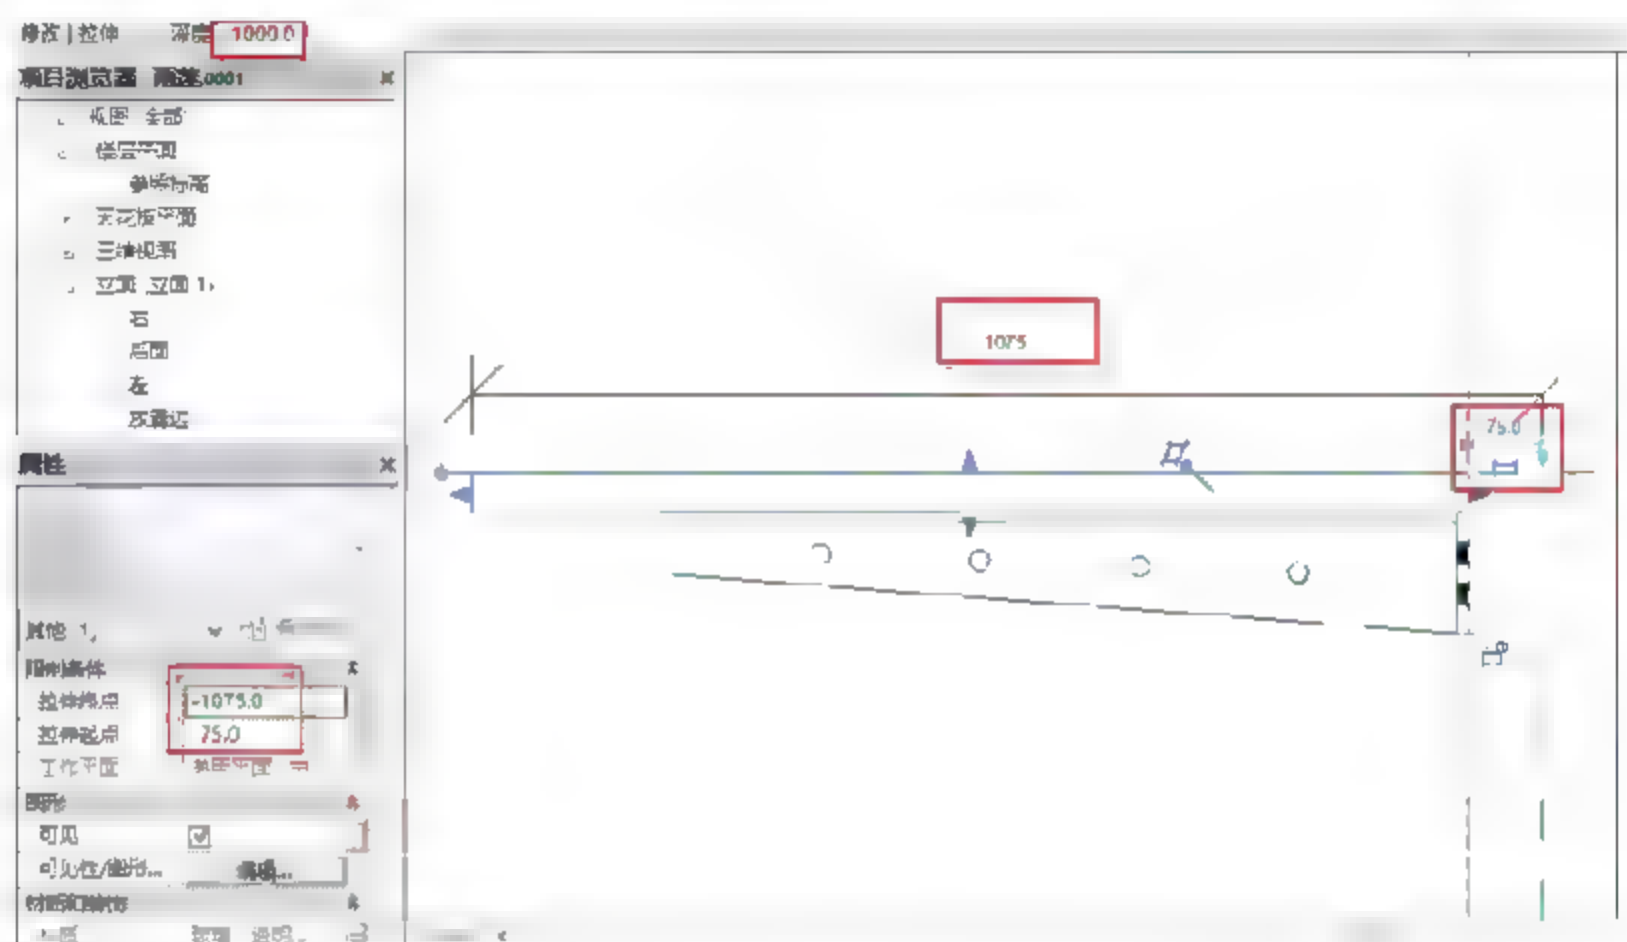

图 8.1.21 编辑玻璃面板的宽度
(1) 绘制雨篷。在“项目浏览器”的“放置边”立面视图选择“创建”→“拉伸”命令，在弹出的“勾叉选项板”中选择“矩形框”选项，并在墙体上对应位置根据界定玻璃面板的长度和厚度的辅助线绘制出其截面，然后单击√按钮。
(2) 切换至“左”立面视图,按快捷键 D+I 测量相关尺寸。选中玻璃面板,根据设计要求的宽度,在“属性”面板中输入“拉伸起点”和“拉伸终点”的数值,最终完成玻璃面板的绘制,如图 8.1.21 所示。